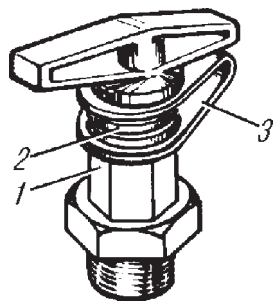

Рис. 78. Клапаны контрольного вывода:
**Клапаны контрольного вывода** (рис. 78) предназначены для определения выходных параметров давления воздуха по контурам с помощью контрольных манометров. Для подсоединения к клапану следует применять шланги с накидной гайкой М16х1,5 и манометры с пределом измерений 0-1000 кПа (0-10 кгс/см2) класса точности 1,5. Клапаны контрольного вывода установлены: